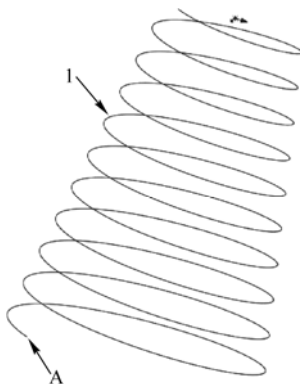
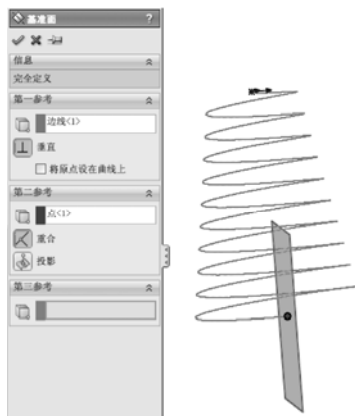

图 4-14 打开的文件实体
图 4-15 “基准面”属性管理器
(1) 执行“基准面”命令。选择菜单栏中的“插入”→“参考几何体”→“基准面”命令，或者单击“参考几何体”操控板中的（基准面）按钮，此时系统弹出“基准面”属性管理器。
(2) 设置属性管理器。在“第一参考”选项框中，选择如图 4-14 所示的点 A。在“第二参考”选项框中，选择如图 4-14 所示的线 1。“基准面”属性管理器设置如图 4-15 所示。